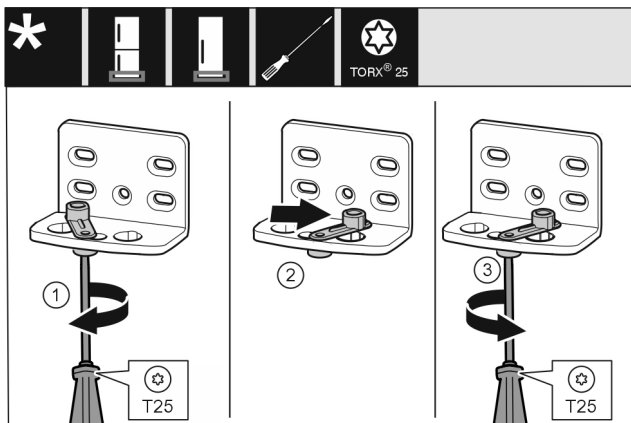

Fig. 15
- ▶ Skru løs skruen med skrutrekker T25. Fig. 15 (1)
- ▶ Løft dørlåshjelpen, og dreii den 90° mot høyre inn i boringen. Fig. 15 (2)
- ▶ Stram skruen med skrutrekker T25. Fig. 15 (3)